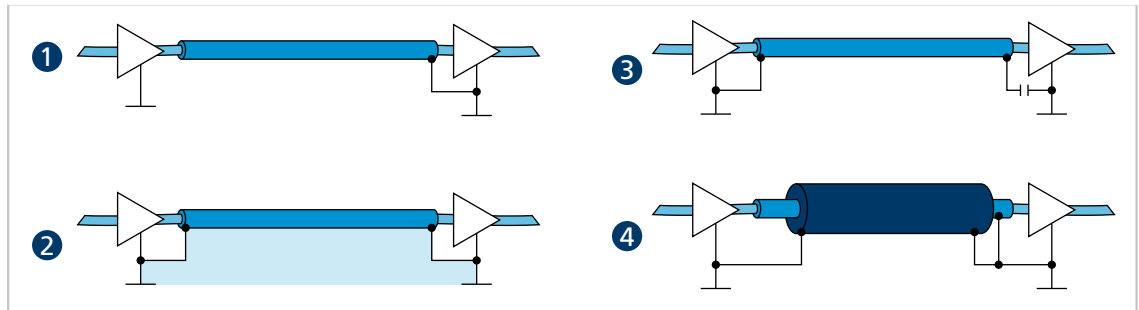

Abb. 20: Verschiedene Möglichkeiten der Schirmanbindung
- ▶ Die Motorphasen in einem Schirm, getrennt von den Sensor- oder Encodersignalen, führen und mindestens motorseitig auflegen (siehe 1 bzw. 2 in Abb. 20).
Optional können die Sensorsignale mit den Motorphasen in einem gemeinsamen Kabel/Isolationsschlauch unter Verwendung eines weiteren Außenschirmgeflechts geführt werden. Dieses Außenschirmgeflecht muss beidseitig aufgelegt werden (z. B. 4 in Abb. 20). Eine Lösung wie 2 in Abb. 20 ist für diese Konfiguration nicht in jedem Fall funktionsfähig. Falls dies durch Erdversatz nicht möglich ist, die HF-Verbindung über speziell geeignete Kondensatoren (z. B. Safety-Kondensatoren wie Y1/Y2/X1/X2, siehe 3 in Abb. 20) herstellen. Dabei den Schirm außer an Motoranschluss- und Controllerseite nicht mehrfach auflegen.